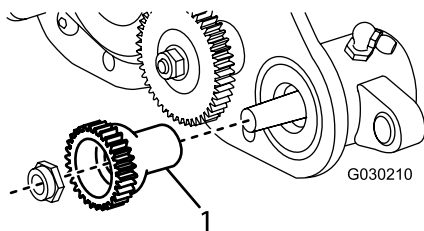

Figura 11
7. Aplique grasa a la superficie de la junta del engranaje arrastrado, según se muestra en Figura 11.